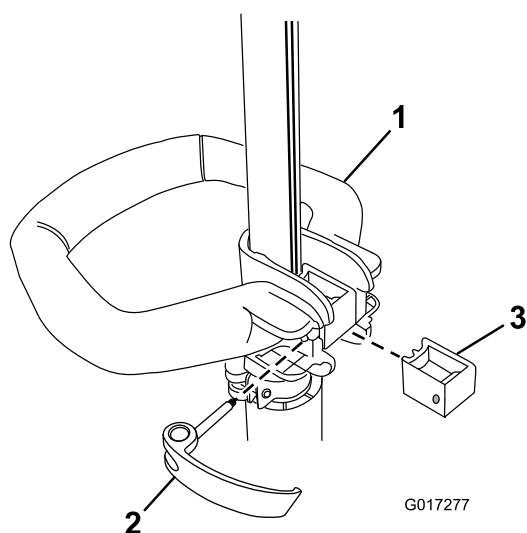

Figure 1
1. Placez la poignée auxiliaire sur l'arbre de la débroussailleuse, la surface lisse tournée vers l'utilisateur (Figure 1).
2. Glissez le renfort dans la poignée auxiliaire jusqu'à ce qu'il soit engagé dans la rainure de l'arbre (Figure 1).
3. Glissez le verrou par la gauche dans la poignée et le renfort, puis serrez la vis du verrou à l'aide d'un tournevis à pointe cruciforme (Figure 1).